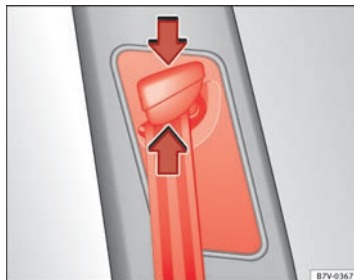

Fig. 15 Accanto ai sedili anteriori: regolazione in altezza della cintura.
- Mantenere premuto il dispositivo guida nella direzione indicata dalla freccia ⇒ fig. 15.